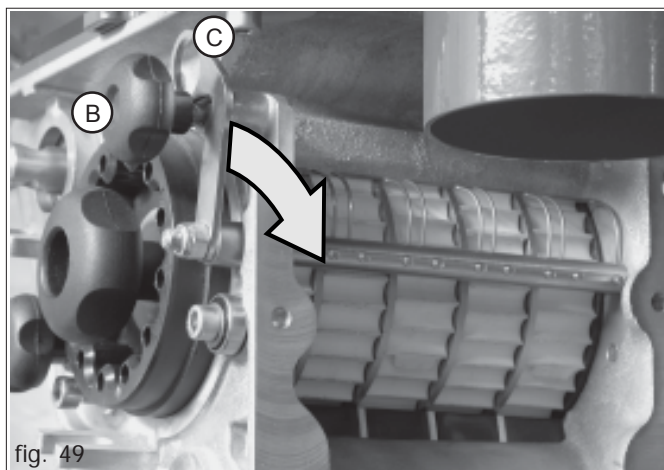
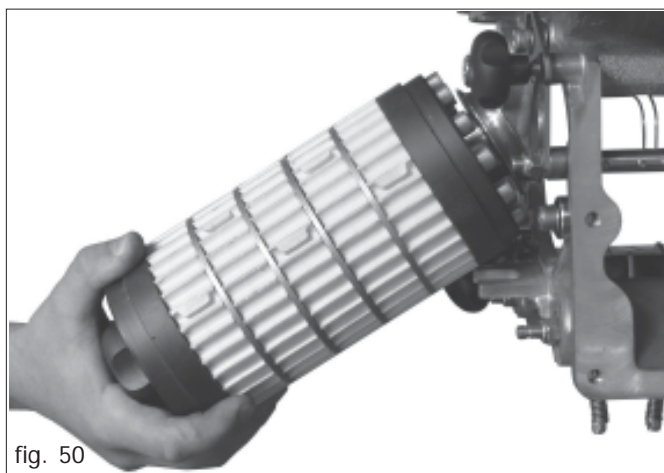

fig. 49
fig. 50
Zum Ein- und Ausschwenken der Reinigungselemente das Handrad (B, Fig. 49) etwas loesen und durch beidseitiges Ziehen an den Oesen die Welle nach vorne schwenken bis sie einrastet. Zum zurueckschwenken die beiden Laschen nach aussen aus dem Sitz druecken und Welle nach hinten schwenken. Jeweilige Position mit Handrad sichern.
1) Nach Entnahme des Dosierrades (bei leerem Tank und ausgeschalteter Reinigungswelle!) Handrad weit loesen oder ganz abschrauben. (Fig.49, Fig.50).